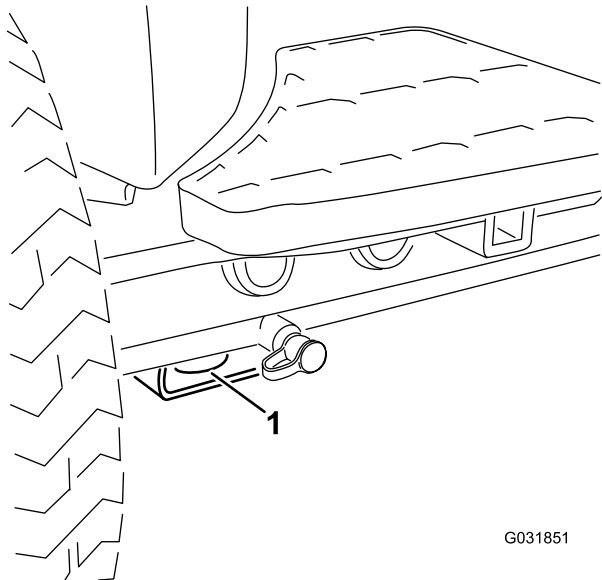

図 68
- 前各前輪の内側、アクスルチューブの下にある四角いパッド 図 68